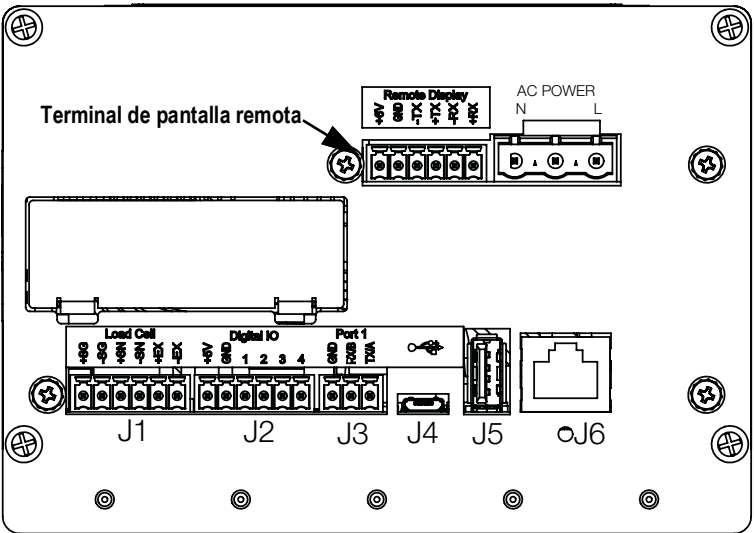

Figura 2-5. Montaje a distancia del bloque del controlador
Para montar el bloque del controlador a distancia, hace falta un conector de 6 clavijas (n.º ref. 153883). Consulte la ubicación de los terminales en la Figura 2-5 y la asignación de clavijas en la Tabla 2-1.